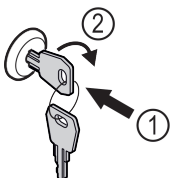

Fig. 169
- ▶ Zatlačte kľúč Fig. 169 (1).
- ▶ Otočte kľúč o 90° v smere hodinových ručičiek Fig. 169 (2).